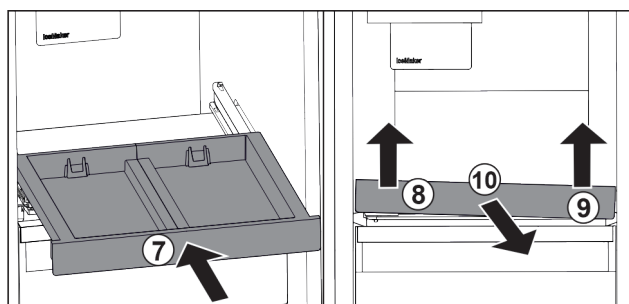

Fig. 82
- ▶ Vstavite izvlečno polico. Fig. 82 (7)
- ▶ Izvlečno polico dvignite naprej levo. Fig. 82 (8)
- ▶ Izvlečno polico dvignite naprej desno. Fig. 82 (9)
- ▶ Izvlečno polico odstranite v smeri naprej. Fig. 82 (10)